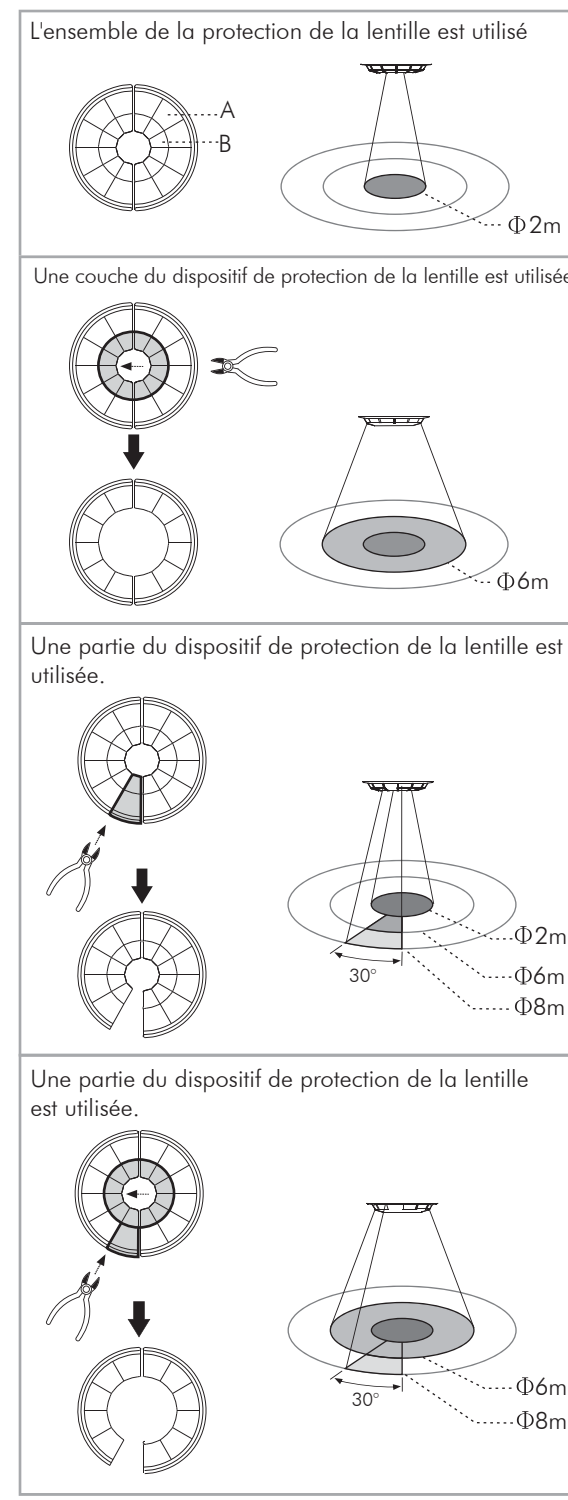

FIG. 17
- 4.1.1 Le détecteur KDP-3 S vient avec 2 dispositifs de protection de la lentille pour masquer la zone de détection non désirée. Chaque dispositif de protection de la lentille comporte 2 couches, chaque couche comporte 6 petites pièces de protection et chaque petite pièce de protection peut couvrir une zone de détection de 30°. Pour installer par exemple le détecteur à une hauteur de 2,5 m, la portée de détection peut atteindre jusqu'à 2 m de diamètre si tous les dispositifs de protection de la lentille ont été utilisés, et jusqu'à 6 m de diamètre si uniquement la couche A du dispositif de protection de la lentille a été utilisée (Voir FIG.17).
La partie ombragée des dispositifs de protection de la lentille de la FIG.17 doit être coupée.